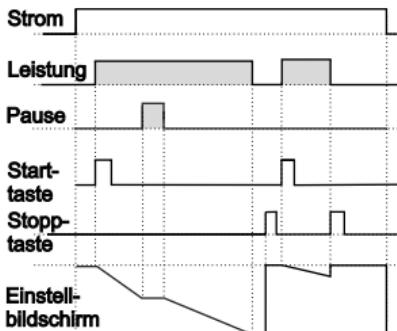

Abbildung 2.1
2.1.1 Wenn Abwärtszählen  $\text{dEct} = 1$  und  $\text{butF} \text{ o-n}$  ist, wird das Regelschema in Abbildung 2.1 gezeigt.